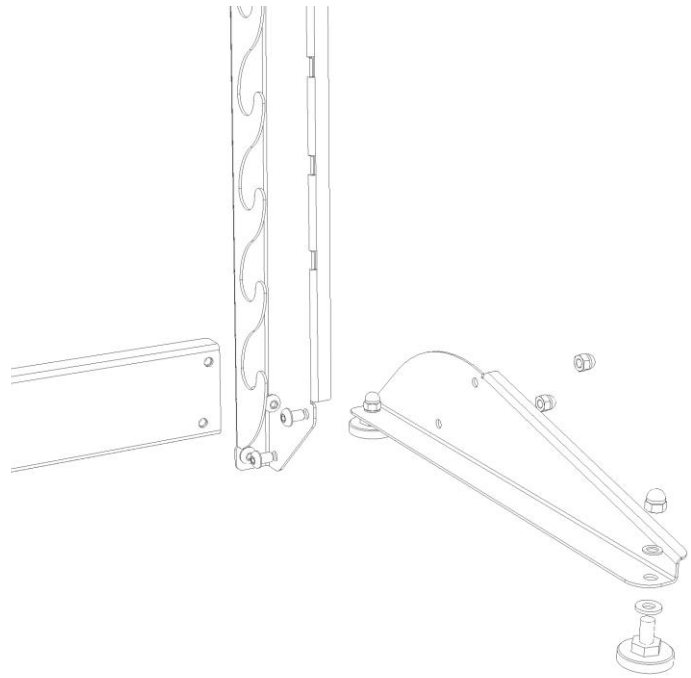

рис.2
К вертикальным стойкам полученной рамы прикручиваем опоры - правую и левую - рис.2.
**3- Прикручиваем ножки к опорам - рис.2.**